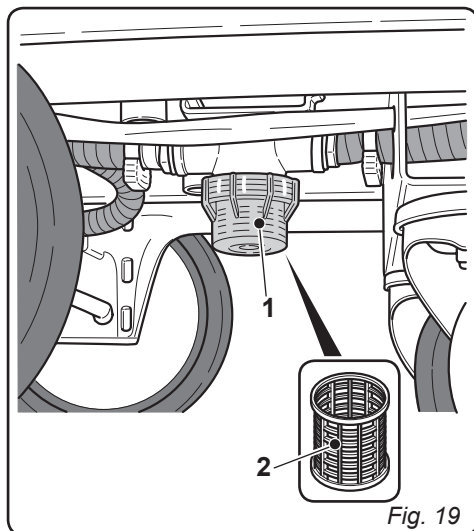

Fig. 19
10.1.d - Nettoyage du filtre d'eau propre (Fig. 19)
- Dévisser le couvercle transparent (1) du filtre et enlever le filtre (2).
- Nettoyer le filtre (2) dans de l'eau courante.